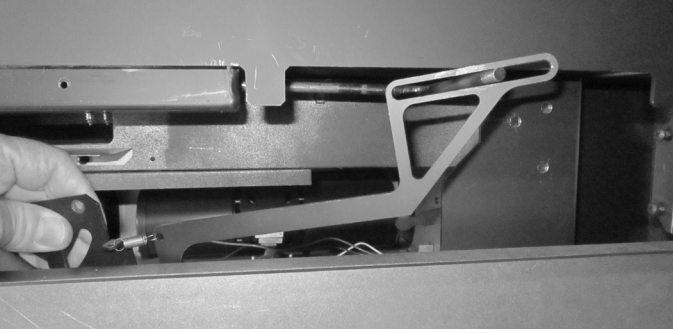

Figure 4.23 Mise en place du bloc minuterie
9. Installez la minuterie/liaison en insérant d'abord la minuterie et en glissant la liaison sur la tige. Voir la figure 4.23.